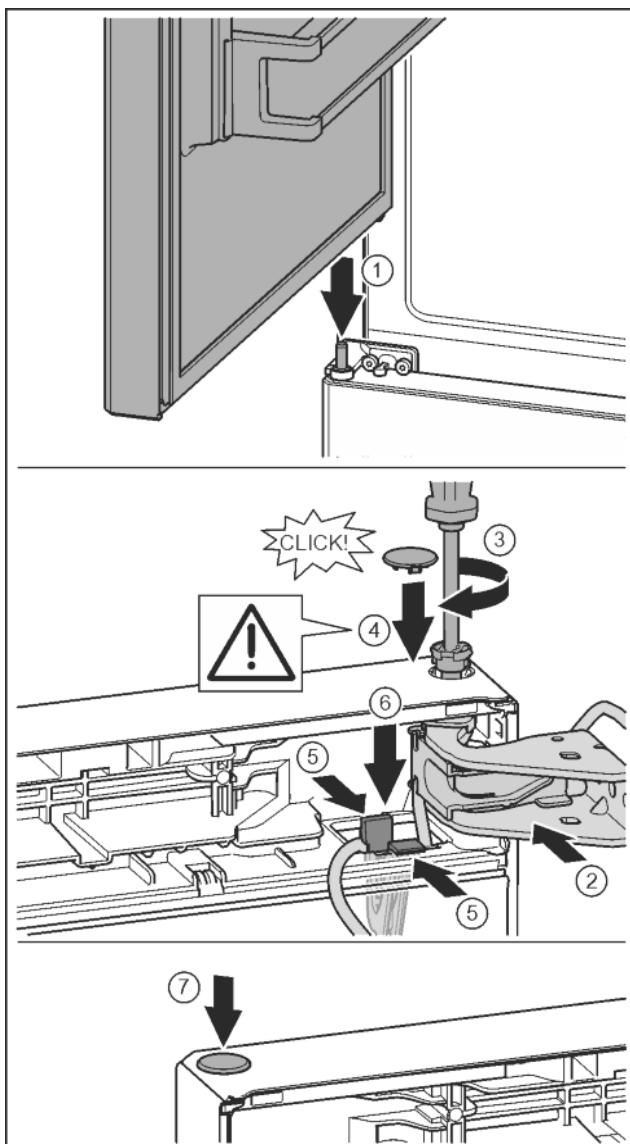

Fig. 33
- ▶ Установка верхней двери на средний опорный палец Fig. 33 (1)
- ▶ Дверь вверху выровнять по отверстию в опорном кронштейне. Fig. 33 (2)
- ▶ Вставить палец и затянуть отверткой T15. Fig. 33 (3)
- ▶ Установить предохранительную крышку для защиты двери: вставить предохранительную крышку и проверить, прилегает ли она к двери. В противном случае вставить палец полностью. Fig. 33 (4)
- ▶ Вставить держатель кабеля с закрепленным на нем кабелем в отверстие. При этом более длинное отверстие соединительной накладке должно быть направлено вперед. Fig. 33 (5)
- ▶ Прижать держатель вниз так, чтобы соединительная накладка защелкнулась. Fig. 33 (6)
- ▶ Вставить заглушку. Fig. 33 (7)